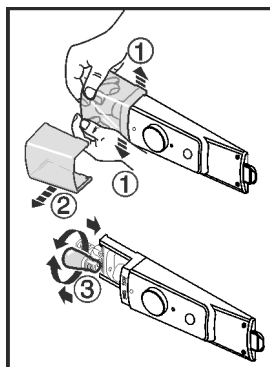

Fig. 3
- Lampenabdeckung nach Abbildung, innen, im vorderen Bereich auseinanderdrücken Fig. 3 (1) und zur Seite abziehen Fig. 3 (2).
- Die Lampe auswechseln. Fig. 3 (3)